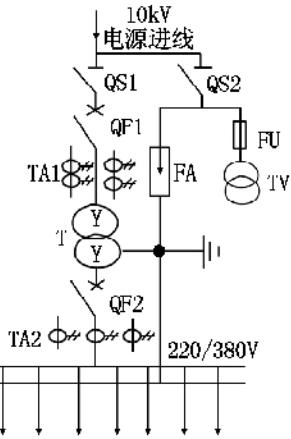
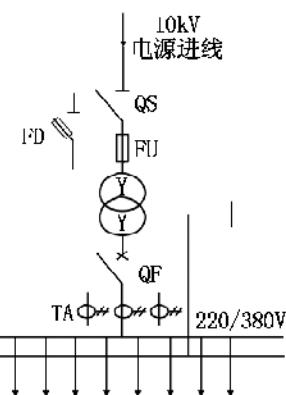

图 1-1-3 高压侧采用断路器、隔离开关的主接线图
图 1-1-4 高压侧采用隔离开关、熔断器或熔断器式刀开关的主接线图
(1) 直接从公共电网受电、只有1台主变压器的小型变配电室主接线图：高压侧采用隔离开关、断路器的变电所主接线图如图1-1-3；高压侧采用隔离开关、熔断器或熔断器式刀开关的变电所主接线图如图1-1-4；这种1条线路和1台变压器的接线叫做线路—变压器单元接线，特点是高压侧没有母线，接线非常简单。
(2) 直接从公共电网受电、装有两台主变压器的小型变电所主接线图：